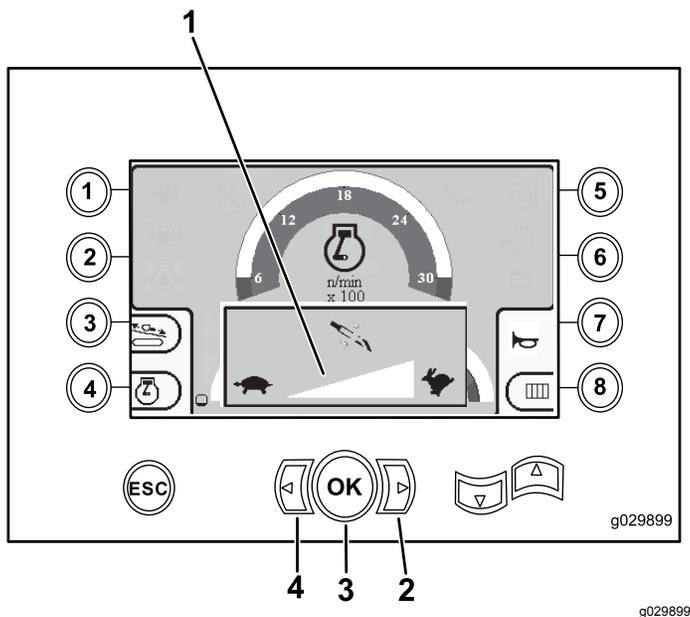

Figura 4
2. Pressione a seta à Esquerda para reduzir o giro máximo, ou à Direita para aumentar o giro máximo (Figura 4).
3. Solte o botão OK para aplicar a velocidade de giro da perfuratriz (Figura 4).